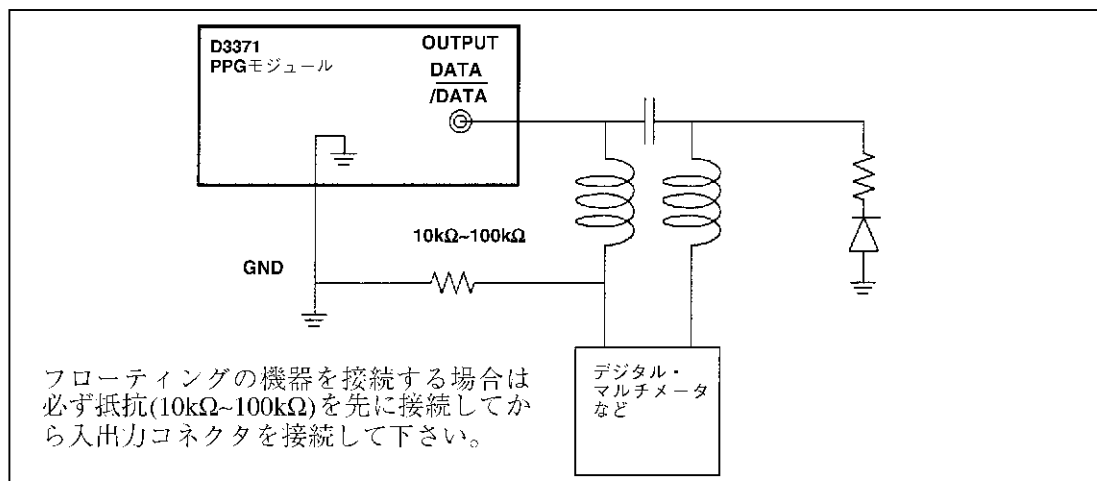

図 1-5 フローティングの機器の接地
6. デジタル・マルチメータなどフローティングの機器を使用する場合は、 $10\text{k}\Omega\sim 100\text{k}\Omega$ の抵抗を通じて接地してから接続して下さい (図 1-5 を参照)。